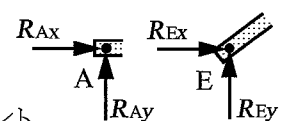
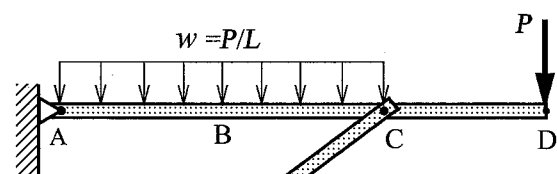

図 3
図 4
- 問1 構造物が支点A，Eから受ける力を図3のように R_{Ax} ， R_{Ay} ， R_{Ex} ， R_{Ey} とする。これらの力を求めよ。
- 問2 部材①(ABC部分)および部材②に作用する軸力 P_1 ， P_2 を求めよ。軸力は，引張りを正(+)，圧縮を負(-)とせよ。
- 問3 C点の水平方向の変位 δ_H と鉛直方向の変位 δ_V を求めよ。この場合，部材①(はりABC D)のたわみによって生じるC点の変位は，無視できるとする。すなわち，C点の変位は，部材①および②に作用する軸力によって生じるとする。なお， δ_H は水平右向きを正(+)とし， δ_V は鉛直下向きを正(+)とせよ。
- 問4 部材①(はりABCD)について，せん断力図と曲げモーメント図を描け。これらの図中には，ABCD点それぞれの位置におけるせん断力および曲げモーメントの値を記入せよ。なお，せん断力と曲げモーメントを式の形で示す必要はない。
- 問5 図4に示すように，D点の荷重に加えて，部材①のABC部分に，単位長さ当たり $w=P/L$ の均一分布荷重を鉛直下向きに加える。この場合について，部材①(はりABCD)のせん断力図と曲げモーメント図を描け。これらの図中には，ABCD点それぞれの位置におけるせん断力および曲げモーメントの値を記入せよ。なお，せん断力と曲げモーメントを式の形で示す必要はない。